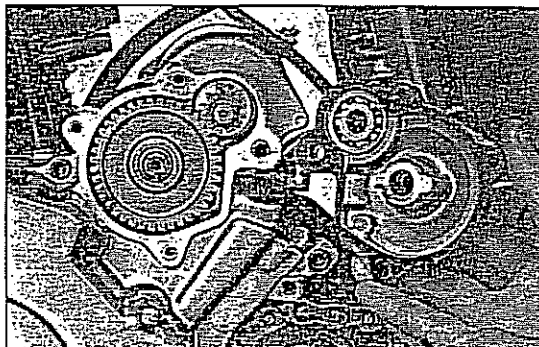

Bild 263
- Anlasserritzel und Seegering anbringen. Gehäusedeckel montieren, dabei auf Passhülse achten. Siehe Bild 263.